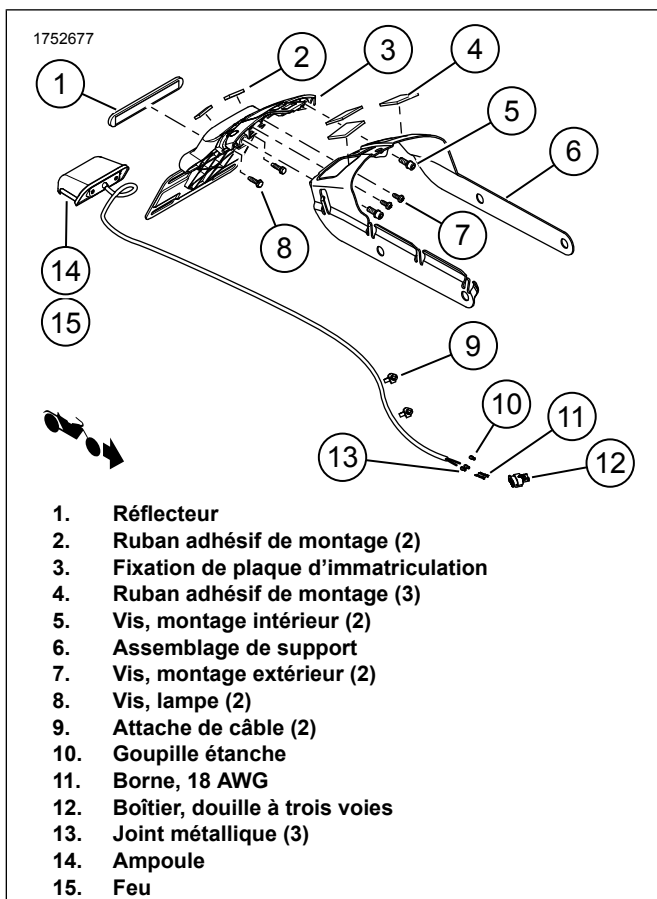

Figure 2. Support de plaque d'immatriculation :
Modèles Softail 2018-ultérieurs FXBB, FXBBS, FL SL avec support latéral de plaque d'immatriculation: Des achats séparés de chaque composant pour assembler le support de plaque d'immatriculation monté au centre sont requis. Voir la Figure 2.
1. Voir la Figure 2. Décollez le protecteur et installez deux pièces de ruban adhésif de montage (4) sur l'ensemble du support (6).
2. Peler le protecteur et installer les pièces de ruban adhésif de montage (4) sur le support de plaque d'immatriculation (3)
3. Peler le protecteur et installer deux pièces de ruban adhésif de montage (2) sur le support de plaque d'immatriculation (3).
4. Installez le support de plaque d'immatriculation (3) sur l'ensemble de support (6) avec des vis (5, 7).
5. Serrez les vis (5).
10. Voir la Figure 2. Connectez les broches au connecteur à 3 broches (12). Voir le manuel de diagnostic électrique (EDM).